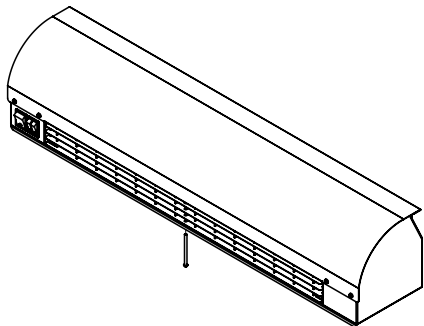

Рисунок 4
- Выкрутить крепежные винты М4х60, которые крепят крышку к корпусу (см. рисунок 4).